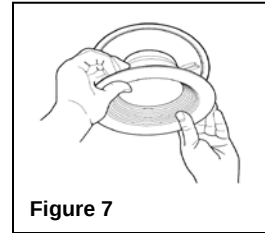

Figure 7
- A. Pincettes de retenue de ressort: Centrer le module DEL dans l'ouverture du boîtier et pousser délicatement le module dans le boîtier uniformément sur tous les côtés jusqu'à ce qu'il affleure le plafond (Figure 7).